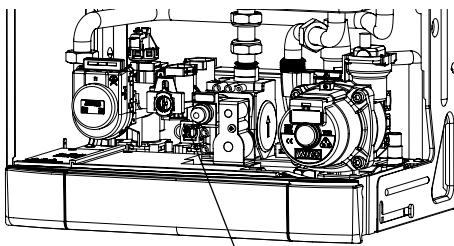

рисунок 8.1
- Электрически отсоединить пробник температуры отопления NTC (например рисунок 8.1)